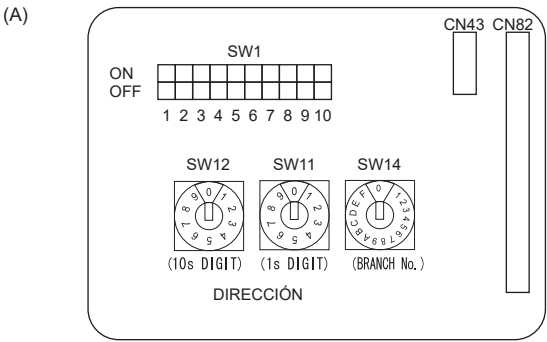

Fig. 6-7
6.5. Configuración de las direcciones (Fig. 6-7)